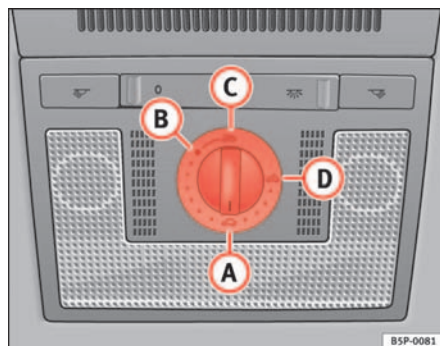

Abb. 70 Ausschnitt aus dem Dachhimmel: Drehschalter Schiebe-/Ausstelldach
- Drehen Sie den Drehschalter in Stellung **A** ⇒ Abb. 70 ⇒ .